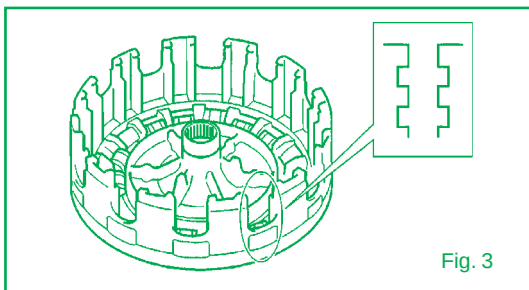

Fig. 3
1. Cloche d'embrayage : vérifier que les dents ne sont pas endommagées. Si elles se présentent comme sur la figure 3, le bon fonctionnement de l'embrayage serait compromis.